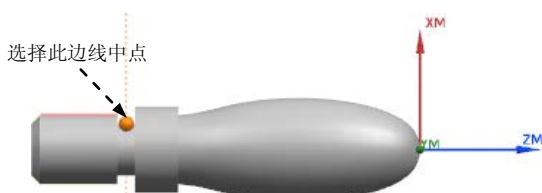

图 4.11 选择参照点
Step2. 单击切削区域右侧的“编辑”按钮，系统弹出“切削区域”对话框。在轴向修剪平面 1 区域的限制选项下拉列表中选择点选项；单击“点对话框”按钮，在图形区选取图 4.11 所示的边线的中点；分别单击“点”对话框和“切削区域”对话框中的确定按钮，完成切削区域的设置。